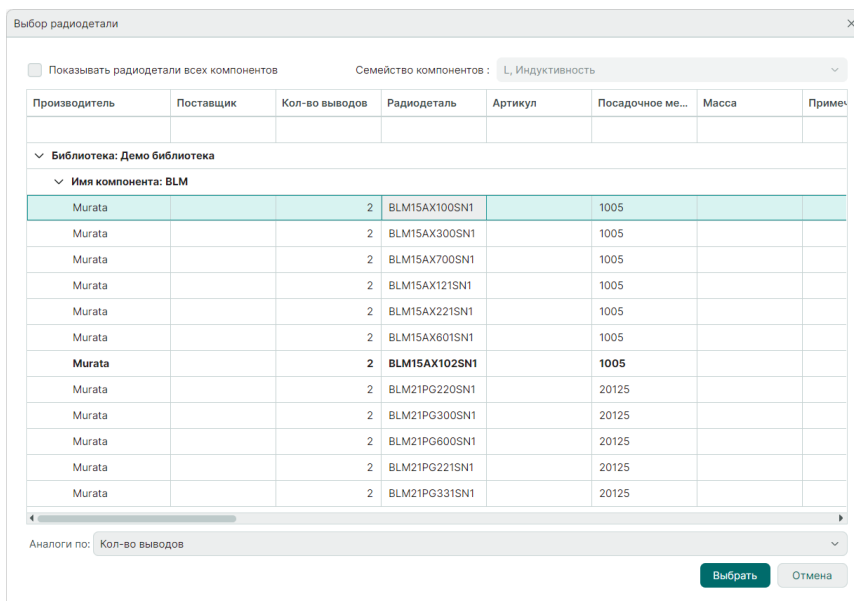

Рис. 94 Окно «Выбор радиодетали»
2. Выберите радиодеталь в окне «Выбор радиодетали», см. Рис. 94.